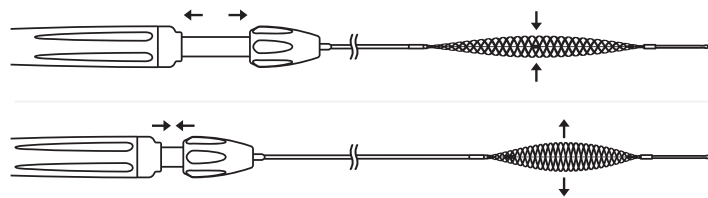

Figura 2: attivazione del manipolo
3. Verificare il corretto funzionamento di Cascade azionando il manipolo e verificando che il diametro della rete intrecciata cambi (vedere la figura 2).